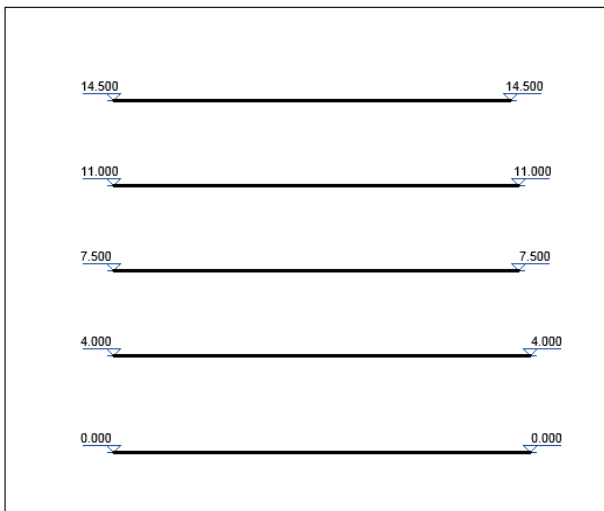

图2-53 添加标高标头
- 06 在绘图区域中观察修改结果，发现在标高线的两端均显示标准标高标头，如图2-53所示。